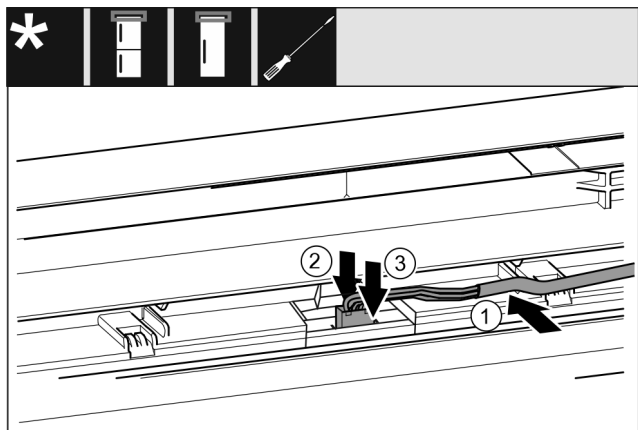

Fig. 44
- ▶ Introduceți cablul gri în ghidaj, în ușa superioară. Fig. 44 (1)
- ▶ Apăsați ciocul de fixare spre înapoi. Fig. 44 (2)
- ▶ Fixați în poziție fișa. Fig. 44 (3)